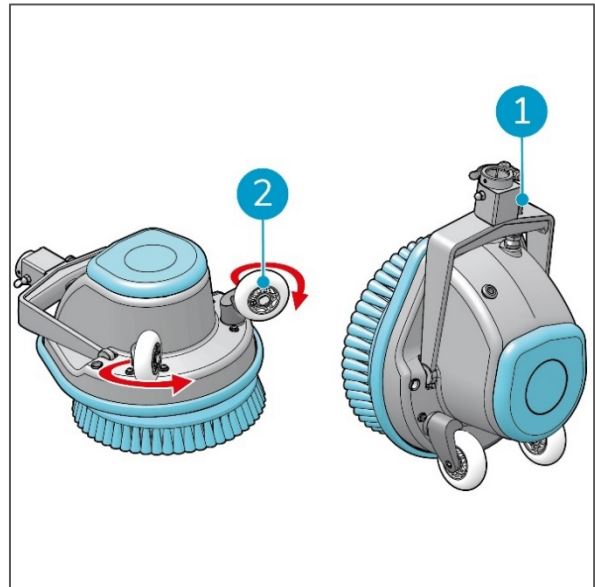

Figura 12
1. Ruotare le ruote per il trasporto della testata verso l'interno (Figura 12, pos 2).
2. Posizionare i-scrub® sulle ruote per il trasporto con il pistoncino filettato (Figura 12, pos 1) bloccato in posizione di riposo.